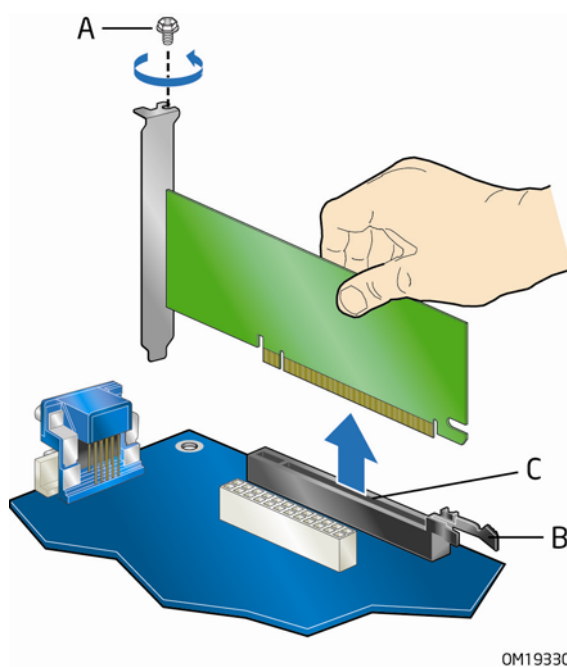

图 22. 拆卸 PCI Express x16 卡
2. 从卡的金属支架上卸下螺丝（图 22 中的 A），将卡从机箱背面板上松脱。
3. 向后推固定架拉杆（图 22 中的 B），直到卡固销子完全脱离卡上的凹槽。